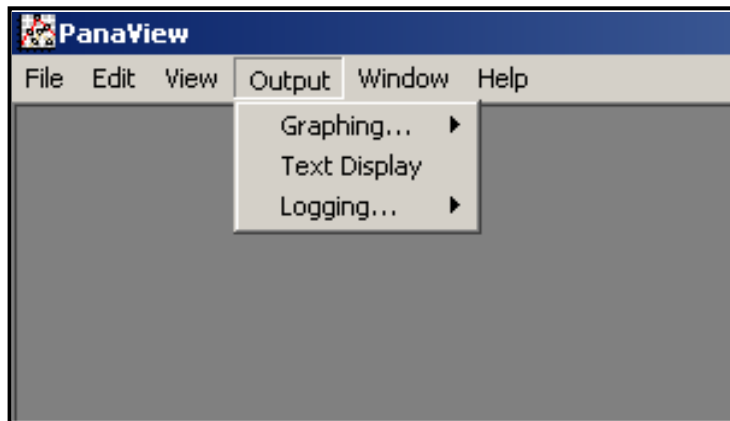

Figura 2: Menu Output (Saída)
Para acessar as opções de tratamento de dados do PanaView, abra o menu *Output* (Saída), conforme mostrado na *Figura 2* abaixo.
2. Abra o menu *Output* (Saída) e clique na opção *Text Display* (Exibição de texto) (consulte a *Figura 2* na página 34).
2. Abra o menu *Output* (Saída) e clique na opção *Graphing - New* (Representando graficamente - Novo) (consulte a *Figura 2* na *página 34*).